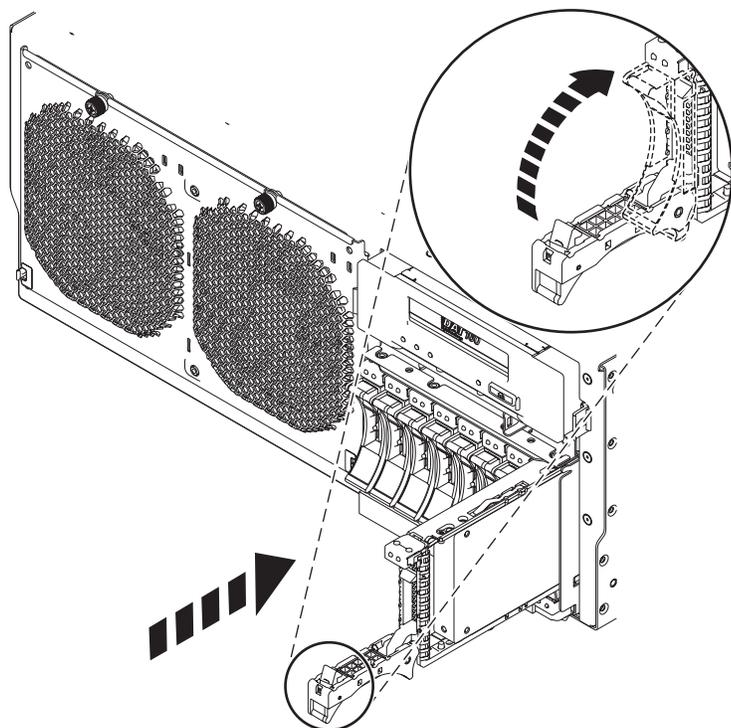

Figure 27. Remplacement d'une unité de disque dans l'unité centrale
7. Lorsque le voyant d'identification s'allume et reste fixe, faites glisser complètement l'unité de disque ou l'unité SSD dans l'unité centrale ou dans une unité d'extension, et poussez complètement la poignée (A) de l'unité jusqu'à ce qu'elle se verrouille, comme indiqué à la figure 27.